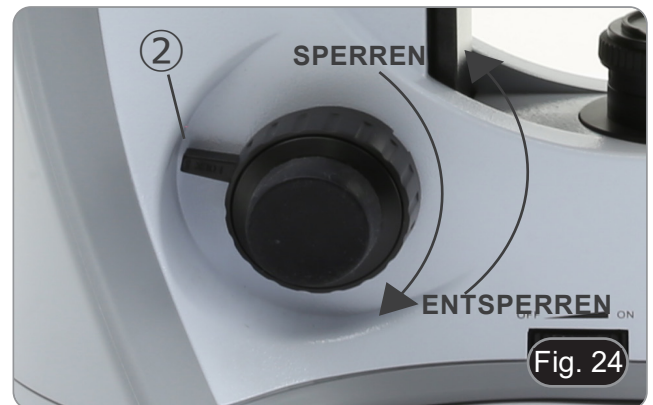

Fig. 24
1. Ziehen Sie nach dem Fokussieren die Probe den Hebel ③ zur Vorderseite des Mikroskops und arretieren ihn. (Fig. 24)